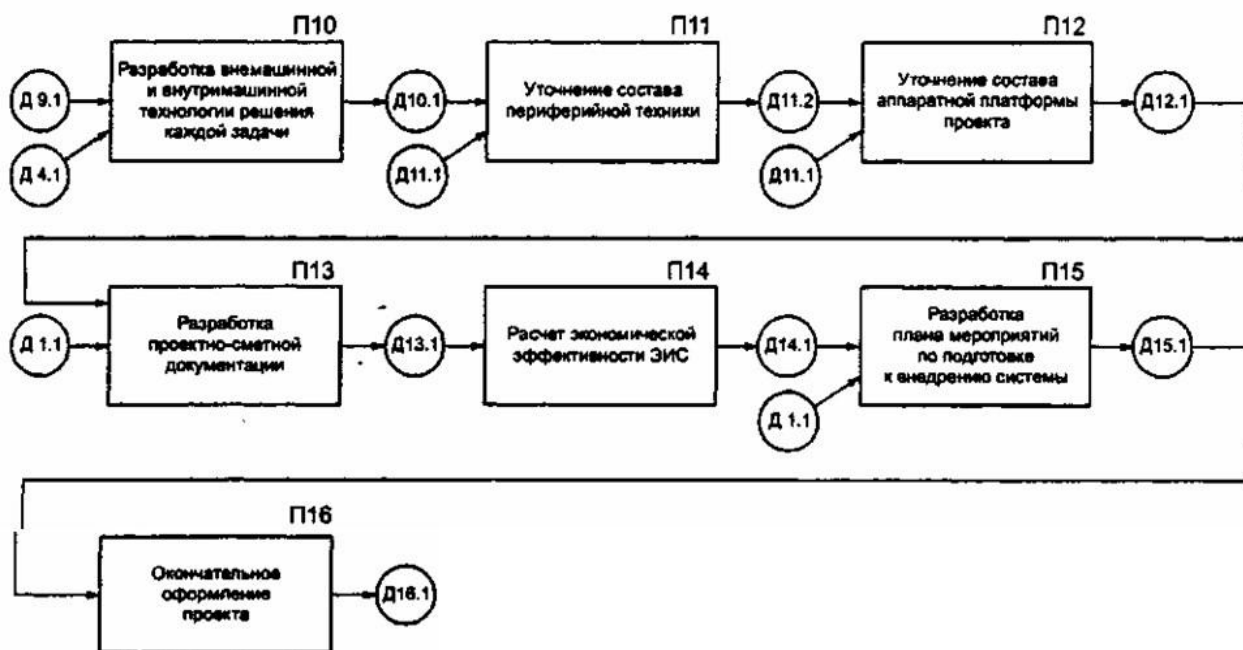

Рисунок 4 – Технологическая сеть работ, выполняемых на 1-ом этапе
- техническое проектирование (рисунок 4); -